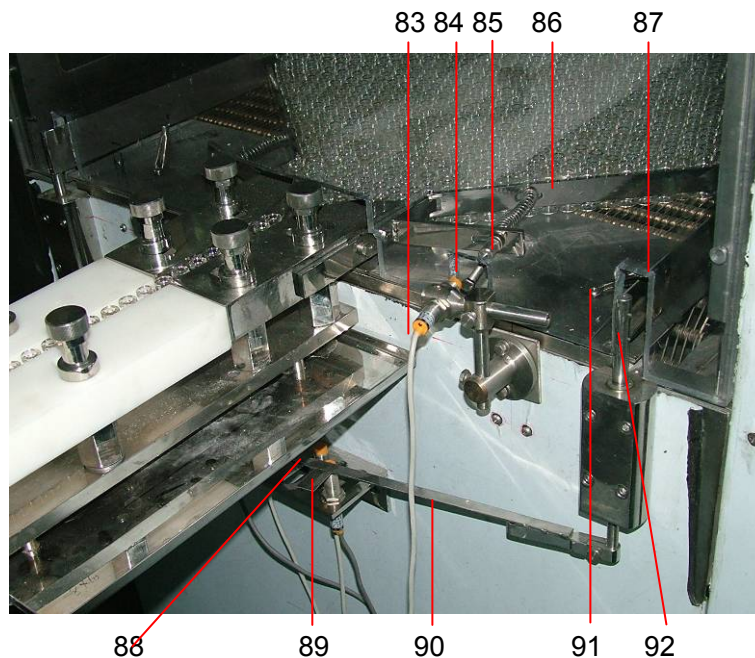
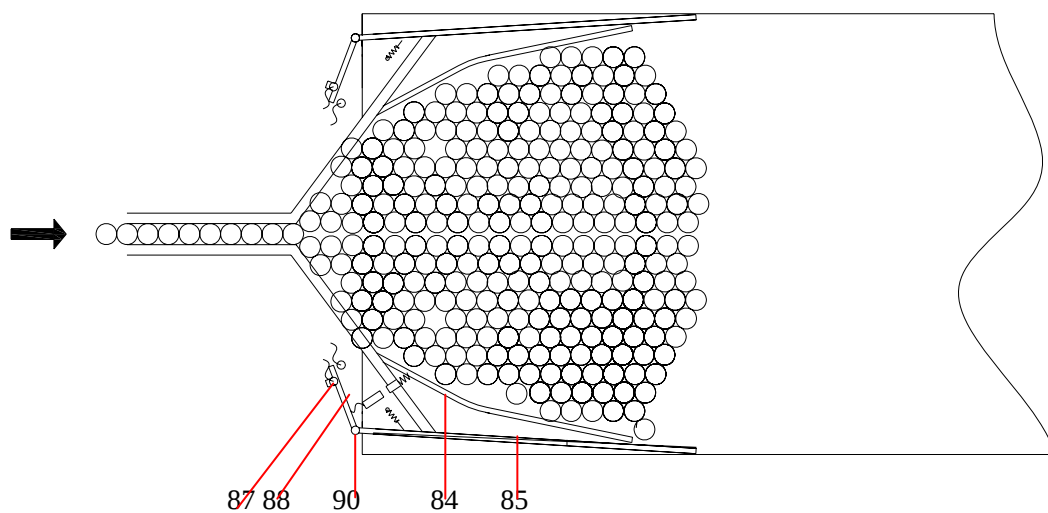

图 2-29
图 2-31
* 开始生产时，从洗瓶机进入烘箱输送网带的瓶子很少，两旁的弹性压条(86)不作用，因而感应板(90)静止不动（见图 2-29、2-30）。此时，洗瓶机的出瓶口正常运行；烘箱输送网带等待启动。
* 进入烘箱的瓶子不断增加，当达到一定数量时会产生压力，将烘箱输送网带两边的弹性压条(86)向外挤压（见图 2-31），带动弹性片（87）向外挤压，使旋转轴(92)旋转，从而带动感应板（90）转动至接近开关（89），并将脉冲信号由接近开关（89）送到烘箱输送网带，使烘箱输送网带启动工作（见图 2-29、2-31）。
* 进入烘箱的瓶子进一步增加，将烘箱输送网带两边的弹性压条（86）进一步向外挤压（见图 2-29）使旋转轴(90)旋转的角度加大，从而带动感应板（92）摆动至接近开关（88 和 89）上面，并将脉冲信号由接近开关（88）传送到洗瓶机的主传动，使洗瓶机的出口输送减低运行速度；将脉冲信号由接近开关（89）传送到烘箱的输送网带，烘箱的输送网带仍旧正常运行。
* 当进入烘箱的瓶子减少时（见图 2-29、2-33），由于压簧（83）的作用，使感应杆（84）离开接近开关（83），并把信号传给洗瓶机，使其出口恢复减速运行，烘箱网带仍正常运行；当进入烘箱的瓶子进一步减少时，在拉簧（91）的作用下，左右二个感应板（90）都离开接近开关（88），此时，洗瓶机的主传动恢复正常运行，烘箱的输送网带仍正常运行；当进入烘箱的瓶子进一步减少时，还是在拉簧（91）的作用下，左右二个感应板（90）中只要一个离开接近开关（89）时，烘箱的输送网带停止运行，而洗瓶机的主传动正常运行。